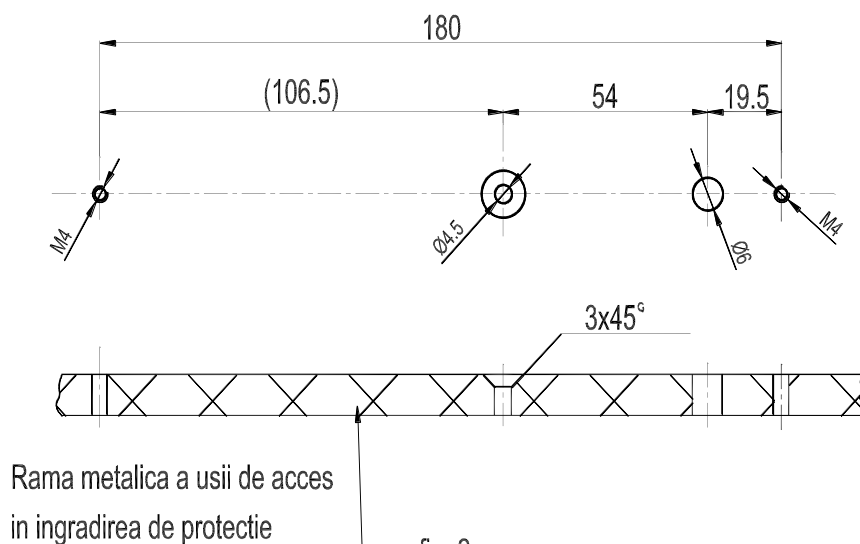

fig. 2
6.4. Pentru instalarea aparatului propriu-zis se vor practica în rama metalică a ușii de acces în celulă patru orificii conform fig.2: două găuri filetate M4 pentru prinderea dispozitivului DAPT 6-35 kV pe rama ușii, o gaură $\Phi 6$ mm, pentru trecerea